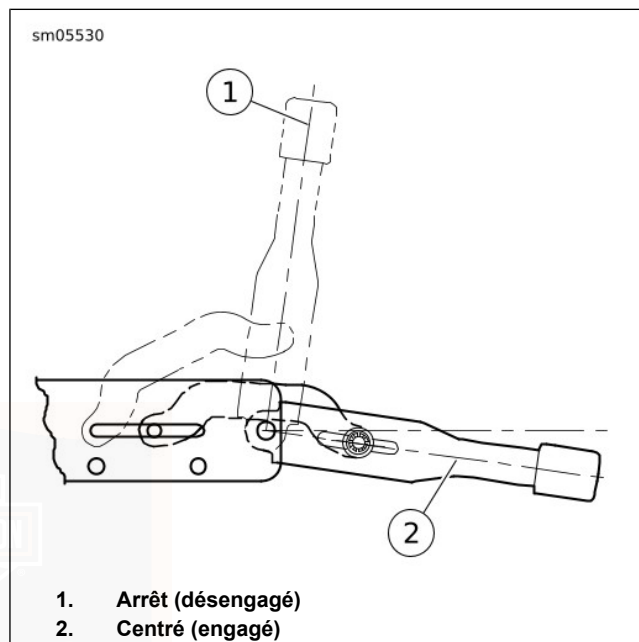

Figure 12. Positions du frein de stationnement
4. Voir Figure 12. Pousser le levier de frein de stationnement en position avant (2) avec la main droite.
2. Voir Figure 12. Avec la main droite, tirer sur le levier de frein de stationnement pour le placer en position verticale (1). La pédale de frein arrière réduit la pression à mesure que le frein de stationnement est desserré.